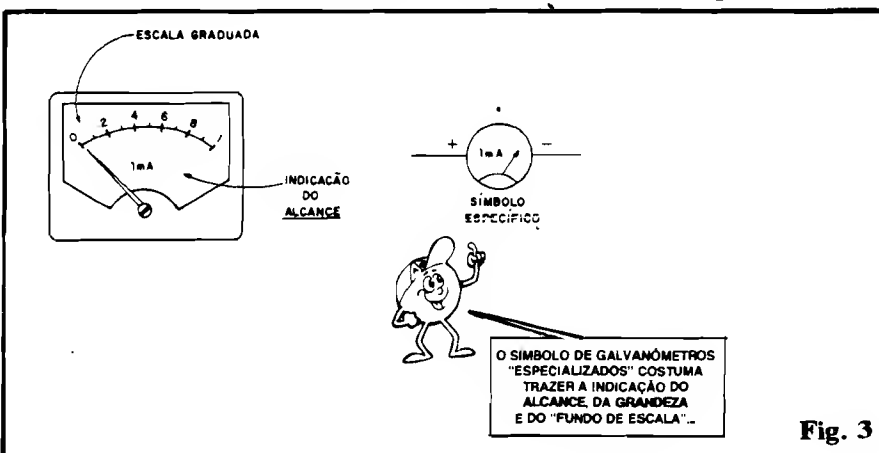

Fig. 3
- FIG. 3 - A SENSIBILIDADE, ou seja: a capacidade de promover um efetivo deslocamento angular do ponteiro, sob determinada Corrente transitando pela bobina, é também chamada de ALCANCE do galvanômetro. A fig. 3 mostra, à esquerda, uma escala graduada típica de galvanômetro comercial (no caso, um instrumento com ALCANCE de 1 mA...), com suas "divisões" (que permitem uma precisa leitura de valores intermediários - entre o "zero" e o "fim" da escala...) e com a indefectível indicação do ALCANCE, sempre nitidamente inscrito na própria escala, junto ao arco com as divisões... Notem ainda (direita da figura) que os símbolos mais específicos de galvanômetros **tra- zem**, sempre, também essa indicação de ALCANCE ou sensibilidade (nessa forma aparecem, nos "esquemas"...).
deflexão angular do ponteiro. Sob nenhuma hipótese podemos ultrapassar ou “estourar” esses máximos, sob pena de dano elétrico (“queima”) ou mecânico (quebra) ao galvanômetro. Normalmente (ver fig. 3 - esquerda), o ALCANCE está indicado na própria escala do instrumento.